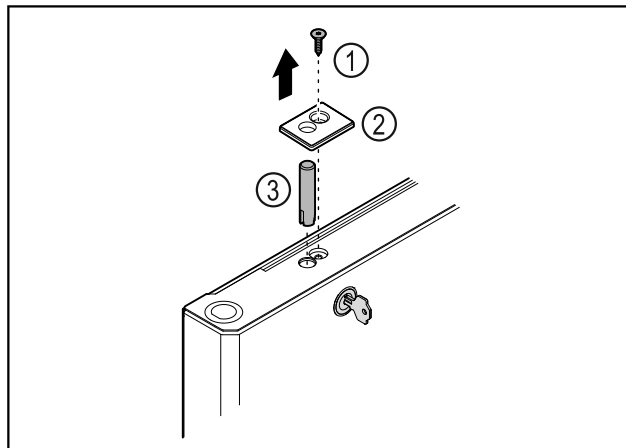

Fig. 38
- Ta bort skruven Fig. 38 (1).
- Lossa skyddet Fig. 38 (2) med en liten skruvmejsel och ta av det.
- Dra ut låsbulten Fig. 38 (3).